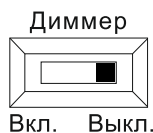

Рис. 6-2
- ✓ **Диммер выключен (Рис. 6-2).** Касание только включает или выключает освещение.